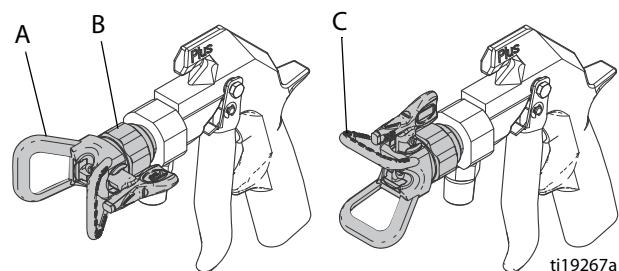

Рис. 3
- Для регулировки направления распыла снимите давление. Ослабьте гайку крепления защитной насадки наконечника (B). Поверните защитную насадку наконечника необходимым образом для достижения вертикально или горизонтально направленного распыла. См. Рис. 3. Затяните гайку.